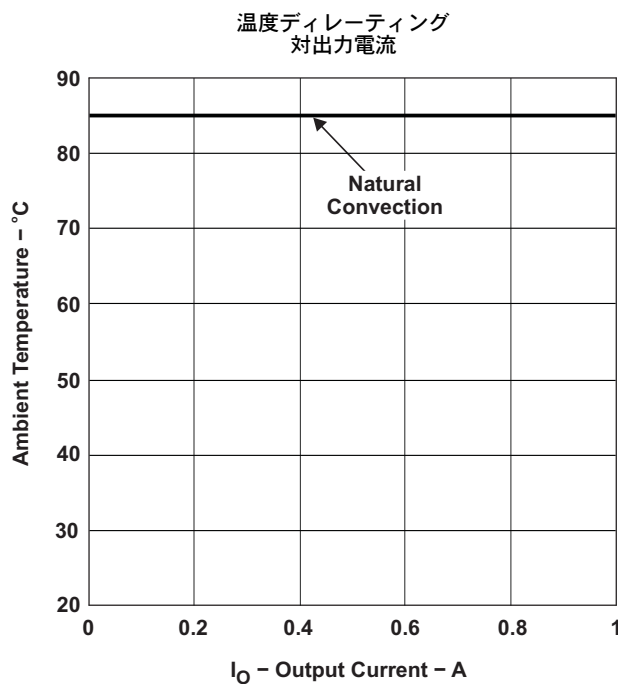

図 12.
- (6) 温度ディレーティング曲線は、内部コンポーネントがメーカーの指定した最大動作温度以下になる条件を表します。ディレーティング制限は、2オンス (56.69 グラム) の銅を使用した、 $100\text{mm} \times 100\text{mm}$ の両面PCBに直接半田付けされたモジュールに対して適用されています。表面実装パッケージの場合は、電源ピンの周辺に放熱用の複数のビア (メッキされたスルーホール) が必要です。詳細については、メカニカル・データを参照してください。図 12 に対して適用されず。